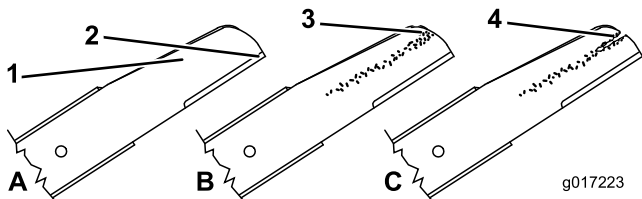

Figura 41
1. Inspeccione as extremidades de corte (Figura 41). Se as extremidades não estiverem afiadas ou estiverem amolgadas, retire e afie as lâminas.
2. Inspeccione as lâminas, especialmente a área curva (Figura 41). Se verificar quaisquer danos, desgaste, ou a formação de ranhuras nesta área, substitua imediatamente por lâminas novas.